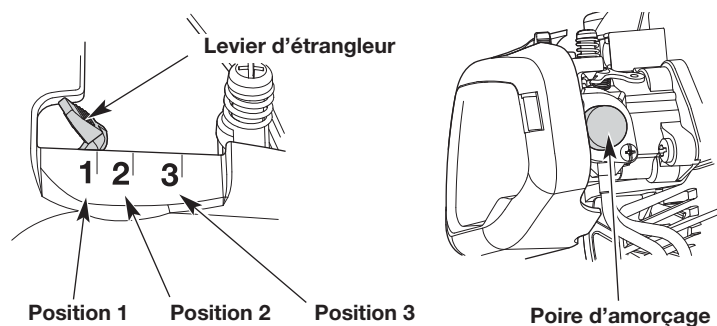

Fig. 7
3. Lentement, pressez puis relâchez **10 fois** de suite la poire d'amorçage (Fig. 7). Si vous ne voyez pas de carburant dans la poire d'amorçage, pressez et relâchez la poire jusqu'à ce que du carburant soit visible.
4. Mettez le levier d'étrangleur en **Position 1** (Fig. 7).
7. Continuez de presser la manette des gaz. Mettez le levier d'étrangleur en **Position 2** (Fig. 7).
10. Continuez de presser la manette des gaz. Mettez le levier d'étrangleur en **Position 3** (Fig. 7) et continuez à faire chauffer le moteur pendant 60 secondes de plus. L'appareil peut être utilisé pendant ce temps.
SI... le moteur a des à-coups, remettez le levier d'étrangleur en **Position 2** (Fig. 7) et continuez à chauffer le moteur.